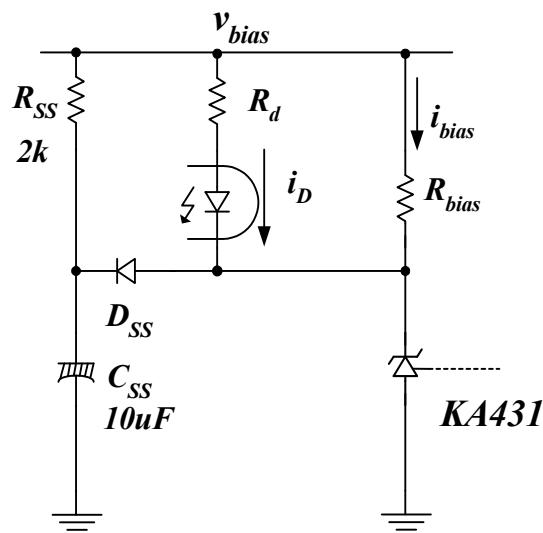
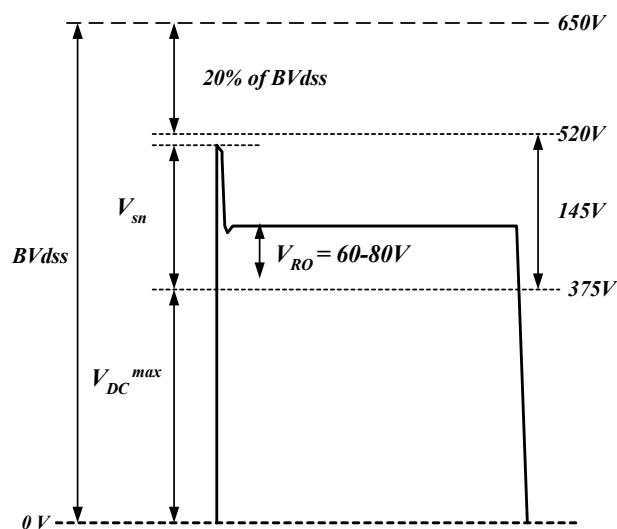

图 7. 外部软启动电路
图 8. 漏电压
- 如果仅在启动时发生过冲，则在反馈网络中添加外部软启动电路，如图 7 所示。此电路通过光电缓慢增大电流来去除输出电压过冲。
图 8 显示通用输入应用的典型 MOSFET 漏电压波形。许多客户惯于使最大漏电压保持在 MOSFET 的 BV_{dss} 的 80% 以下。当正常操作中的最大漏电压超出其规格时，通过减小反射的输出电压 (V_{RO}) 来减小缓冲器电容电压 (V_{sn})。 V_{RO} 可通过减少初级端匝数（其他绕组匝数固定）来减小。但这样就增加了次级端二极管中的电压应力，因此应再次检查次级端二极管中的电压应力。缓冲器电容电压也可通过减小缓冲器电阻来降低。但是，此方法有局限性，因为它会增加缓冲器网络中的损耗。通常将缓冲器电容电压设为反射输出电压的约两倍，如图 8 所示。有关详细的设计等式，请参阅应用指南 AN4137。如果漏电压仅在其启动时超出其规格，则使用图 7 中的软启动电路。